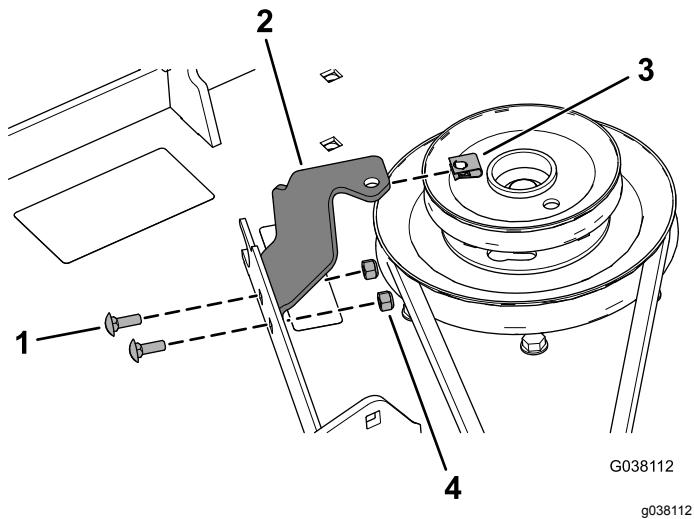

Figura 14
- Montate la staffa del copringhia sul piatto del tosaerba utilizzando 2 bulloni a testa tonda ($\frac{1}{4}$ " x $\frac{3}{4}$ ") e 2 dadi di bloccaggio ($\frac{1}{4}$ ") come illustrato nella Figura 14.
- Montate la piastrina per vite autofilettante sulla staffa del copringhia (Figura 14).